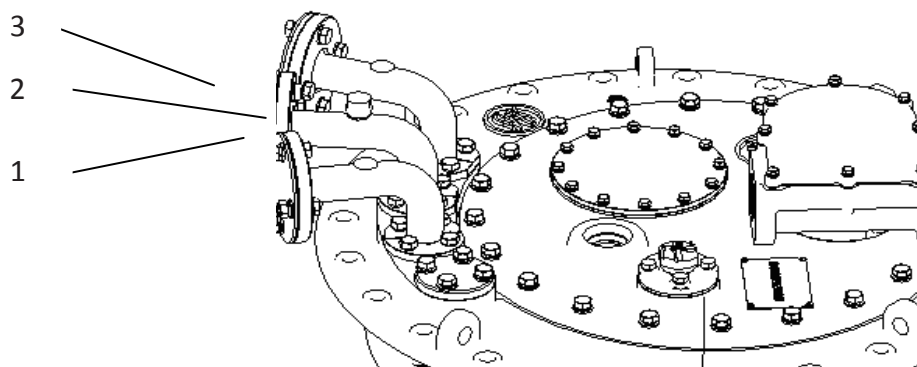

图 33 管接头 S
- a.. 拆下管接头 S 上 M16 螺丝盖帽，用 16 号扳手（图 33）。